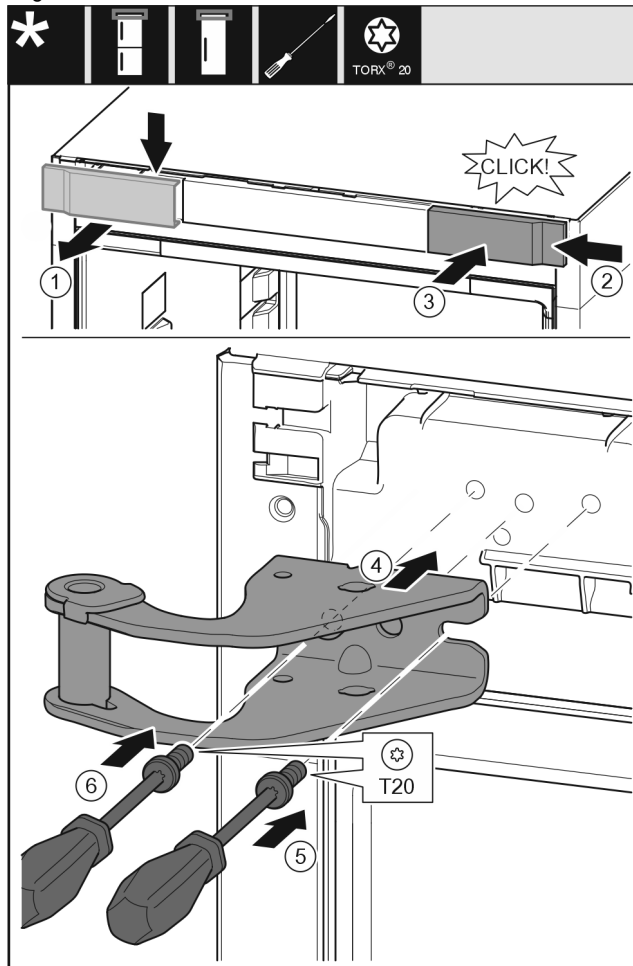

Fig. 8
- ▶ Abdeckung von oben nach vorne abnehmen. Fig. 8 (1)
- ▶ Abdeckung um 180° gedreht auf der anderen Seite von rechts einhängen. Fig. 8 (2)
- ▶ Abdeckung einrasten. Fig. 8 (3)
- ▶ Oberen Lagerbock ansetzen. Fig. 8 (4)
- ▶ Schraube mit Schraubendreher T20 ansetzen und festdrehen. Fig. 8 (5)
- ▶ Schraube mit Schraubendreher T20 einsetzen und festdrehen. Fig. 8 (6)